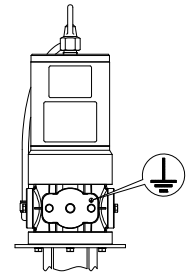

Fig.8 アース接続箇所
- 1) ポンプを設置するときには必ず指定箇所からアースを接続してください。(Fig.8)